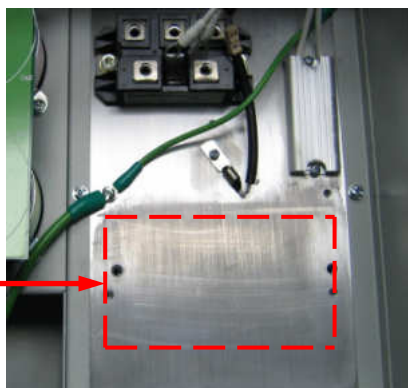

Рис.7.14
- 7.7.1. Протереть, бумажной салфеткой, смоченной СБС, место установки на радиаторе ПЧ **матрицы IGBT** (рис.7.14).